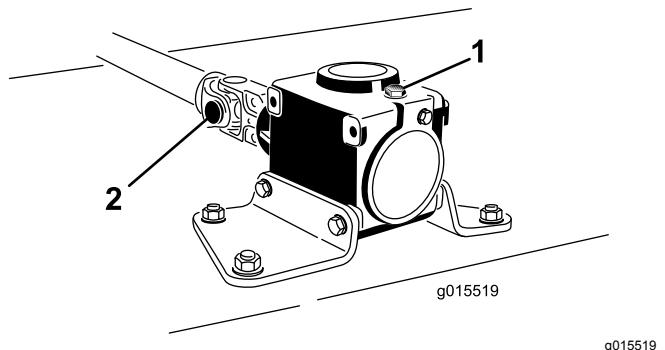

Figura 3
- Quite el pasador cilíndrico de la horquilla y del eje de la caja de engranajes (Figura 3). Guarde el pasador cilíndrico para su uso posterior.
- Afloje los 2 tornillos y contratuerca (Figura 3).